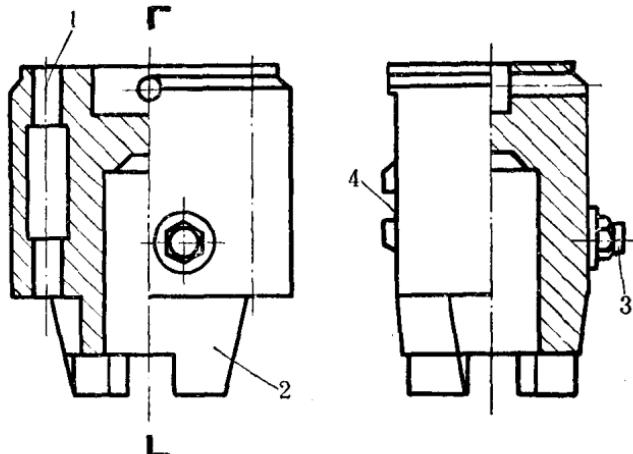

图 1-4 缸 锤
2. 缸锤：缸锤又叫气缸(如图 1-4)，是打桩机的冲击部分。